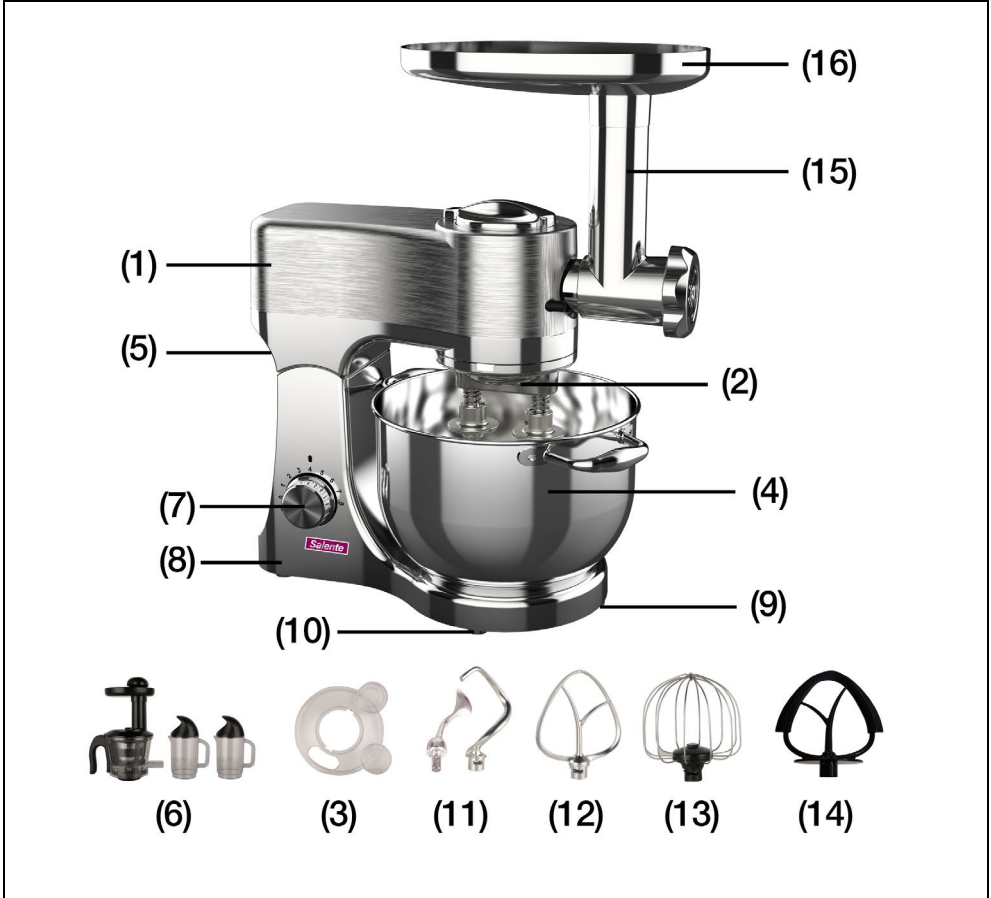

Abb. 1
5. Die Hebetaste (5) anheben, Abb. 1, den Schwenkarm entriegeln und diesen anheben.
6. Die Schüssel (4) mit Nahrungsmitteln in den Sockel einsetzen und diese im Uhrzeigersinn drehen
7. Eines der folgenden Zubehörteile in die Kneteraufnahme (2) einstecken: Knethaken (11), Rührbesen (12), Schneebesen (13) oder Flexibesen (14) und diese dann im Uhrzeigersinn drehen
Den Fleischwolf entsprechend der Anleitung zusammenbauen und diesen gegen den Uhrzeigersinn am Schwenkarm des Geräts befestigen, siehe Abb. 1.
Den Gemüseschneider gemäß den obigen Anweisungen zusammenbauen und diesen gegen den Uhrzeigersinn am Schwenkarm des Geräts befestigen, an der gleichen Stelle, an der der Fleischwolf befestigt ist, siehe Abb. 1.
- Sicherstellen, dass die auf dem Typenschild angegebene Spannung mit der Spannung an Ihrem Netz übereinstimmt. Das Typenschild befindet sich an der Unterseite des Motorblocks. Der Motor muss immer ausgeschaltet sein, bevor Sie das Gerät an die Netzversorgung anschließen. Der Drehschalter (7) - Abb. 1 muss auf "0" gestellt werden.